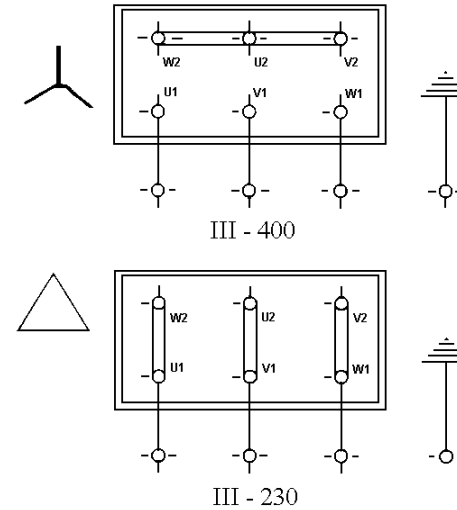

Figura 3 : Conexión trifásica
La protección del sistema se realizará con un interruptor diferencial (I_{fn} = 30 mA.). Si tiene que funcionar al aire libre, el cable de alimentación debe corresponder a la norma CEE(2) o bien al tipo H07 RN-F según VDE 0250. En los esquemas de la figura 3 se facilitan una correcta conexión eléctrica.